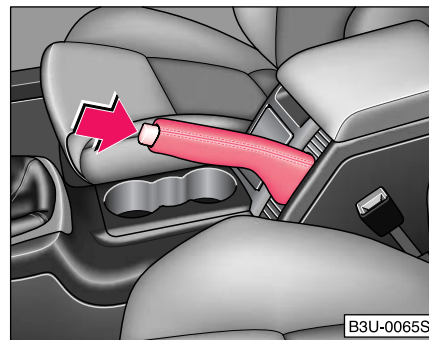

Fig. 109 Consola centrală: Frâna de staționare
- Ridicați puțin maneta frânei de staționare și apăsați în același timp butonul de blocare ⇒ pagina 119, Fig. 109.